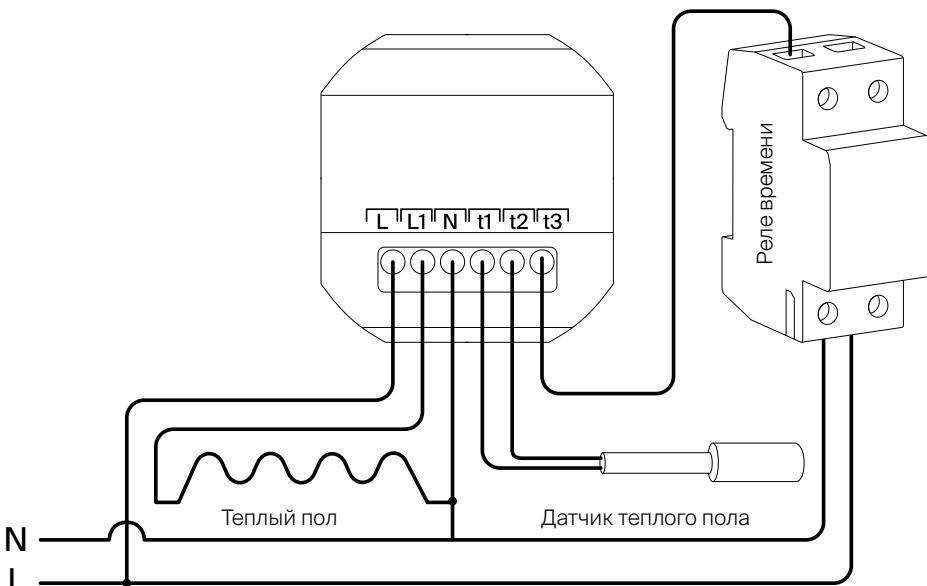

Рис. 7
1. Вывод проводов термодатчика (не входит в комплектацию). По монтажу (см. рис. 7 «Схема подключения»)
2. Вывод силовых проводов нагревательного мата (см. рис. 7 «Схема подключения»)
- Подключение нагревательного мата и терморегулятора производить согласно схеме подключения (см. рис. 7 «Схема подключения»).